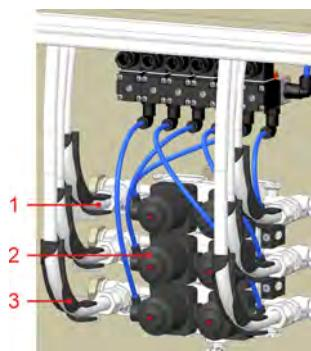

Fig. 6 : Bloc distributeur de vannes à membrane / affectations des machines
1. Brancher les tuyaux flexibles de raccordement aux lessiveuses-essoreuses, comme indiqué dans Fig. 6 aux raccords filetés (Fig. 6 , repère 1) du bloc de vannes (Fig. 6 , repère 2).
2. Diriger les tuyaux flexibles par le guide d'angle (Fig. 6 , repère 3) vers l'extérieur.